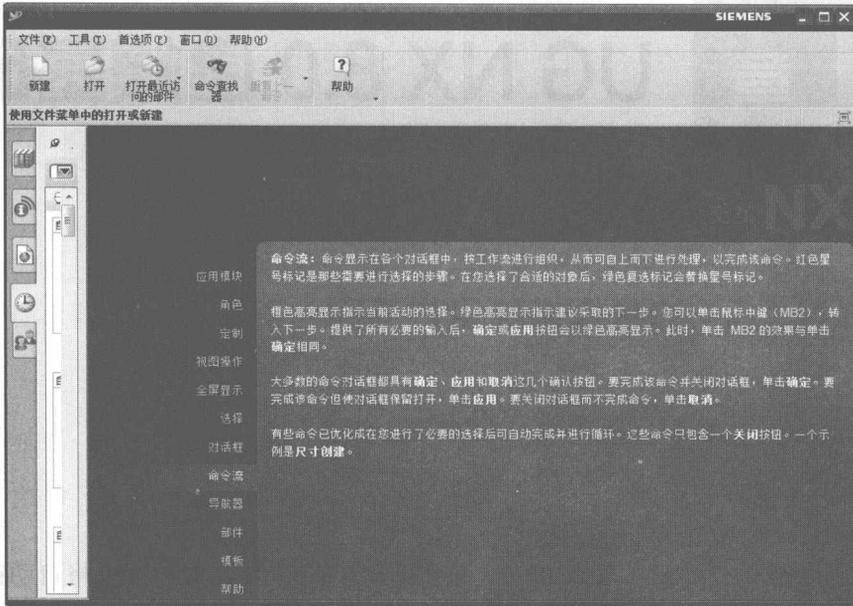

图 1-3 UG NX 8.0 的初始工作界面
① 从桌面快捷方式启动 UG NX 8.0。安装 UG NX 8.0 软件时，系统将自动在桌面上建立一个快捷方式，如图 1-1 所示。双击该桌面快捷方式，可以打开 UG NX 8.0。启动 UG NX 8.0 时，首先出现一个如图 1-2 所示的欢迎界面。系统完成加载程序后进入如图 1-3 所示的 UG NX 8.0 的初始工作界面。在这里，可以浏览 UG NX 8.0 的新增功能介绍，可以新建 UG NX 8.0 文件和打开已有的 UG NX 8.0 文件。
② 从开始菜单中启动 UG NX 8.0。用鼠标依次选择【开始】→【所有程序】→【Siemens NX 8.0】→【NX 8.0】命令，并单击鼠标左键，可以打开 UG NX 8.0。启动 UG NX 8.0 时，首先出现一个如图 1-2 所示的欢迎界面。系统完成加载程序后进入如图 1-3 所示的 UG NX 8.0 的初始工作界面。